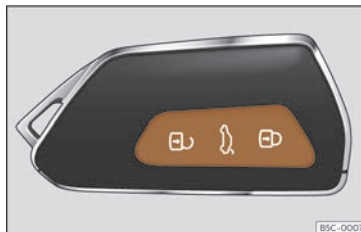

Fig. 78 Cheia cu telecomandă: tastele.
• **Încuiere:** apăsați butonul  >>> **fig. 78.**